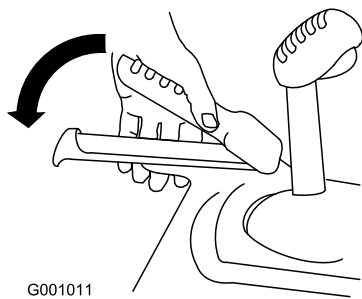

Figure 33
- Pour engager la transmission aux roues, serrez le levier gauche (déplacement) contre la poignée (Figure 33).